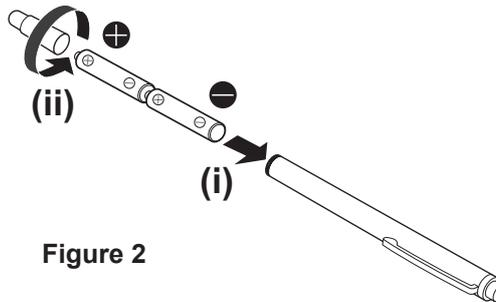

Figure 2
- 2) Installez les piles dans le sens indiqué dans la figure 2 et tournez le capuchon du crayon dans la direction inverse pour le fermer.